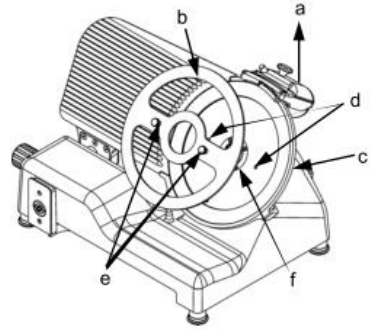

Abb. 32
- den Messerschärfer (a, Abb. 32) vom Gerät abnehmen;
- mit dem Schnittstärkenregler (11) die Schnittstärkeneinstellplatte (16) öffnen, um das Werkzeug zum Messeraustausch (b, Abb. 32) auf das Messer (1) setzen zu können (b, Abb. 32);
- das Werkzeug zum Messeraustausch (b, Abb. 32) auf das Messer (1) setzen und mit dem Messerschuttring (c, Abb. 32) zusammenpassen;
- die Löcher des Messers (d, Abb. 32) müssen mit den zwei Drehbolzen des Werkzeugs zum Messeraustausch (e, Abb. 32) zusammenpassen, dazu das Messer (1) solange drehen, bis diese Position erreicht ist;
- die zwei Drehbolzen des Werkzeugs zum Messeraustausch (e, Abb. 32) leicht anschrauben;
- die vier Schrauben (f, Abb. 32), die das Messer (1) blockieren, mit einem geeigneten Schraubendreher abschrauben;
- das Messer (1) mit Hilfe des Werkzeugs zum Messeraustausch (b, Abb. 32) abnehmen;
- Reinigen Sie die Rückseite des Messers (1) und den Messerschuttring (3) mit einem feuchten Tuch und neutralem Reiniger.
- Montieren Sie nach der Reinigung das Messer (1) mit den 4 Schrauben (f, Abb. 32), den Messerschuttring (3) und die Messerabdeckung (2) wieder am Gerät unter Einhaltung der richtigen Position.